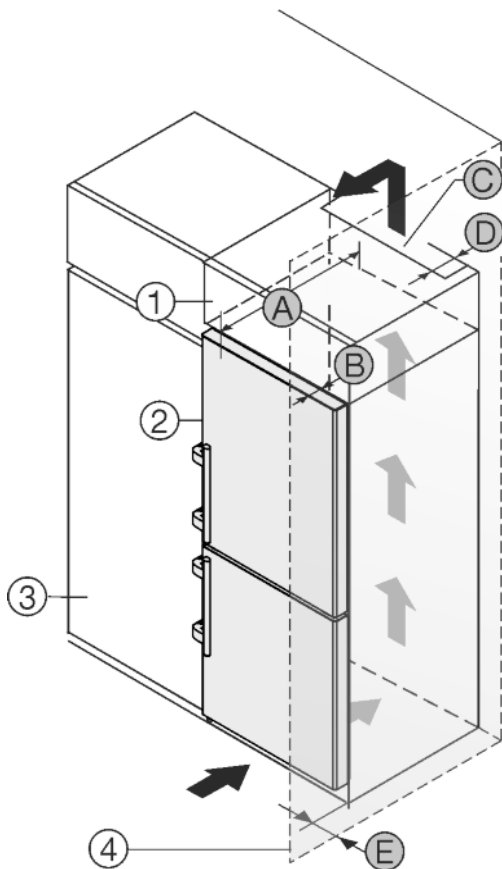

Fig. 47
Das Gerät kann mit Küchenschränken umbaut werden. Um das Gerät Fig. 47 (2) der Küchenzeilenhöhe anzugleichen, kann über dem Gerät ein Aufsatzschrank Fig. 47 (1) angebracht werden.
Das Gerät kann direkt neben dem Küchenschrank Fig. 47 (3) aufgestellt werden. Um die Tür vollständig öffnen zu können, muss das Gerät um die Tiefe Fig. 47 (B) gegenüber der Küchenschrankfront vorstehen. Abhängig von der Tiefe der Küchenschränke und Verwendung von Wandabstandshaltern kann das Gerät weiter herausragen.
- An der Rückseite des Aufsatzschrankes muss ein Abluftschacht mit der Tiefe Fig. 47 (D) über die gesamte Aufsatzschrankbreite vorhanden sein.
- Unter der Raumdecke muss der Entlüftungsquerschnitt Fig. 47 (C) eingehalten werden.
Wenn das Gerät mit den Scharnieren neben einer Wand Fig. 47 (4) aufgestellt wird, muss der Abstand Fig. 47 (E) zwischen Gerät und Wand eingehalten werden. Dies entspricht dem Griffüberstand bei geöffneter Tür.